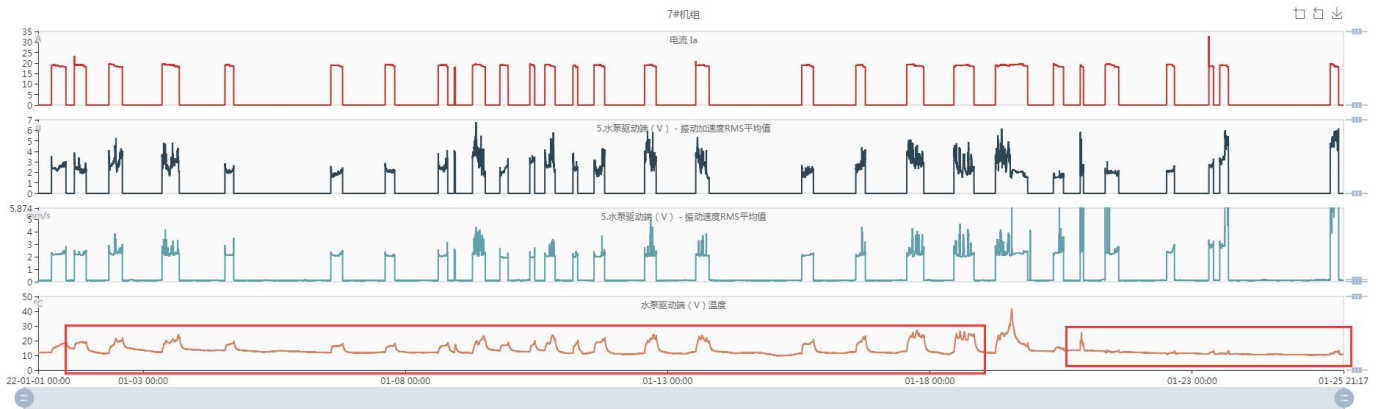

图 3、水泵驱动端测点温度趋势图
(2) 从水泵驱动端轴承温升趋势可以看出，1 月 19 日之前机组运行时温升在 10°C 左右，在 1 月 19 日轴承温度达到 40°C 后，机组再次运行时，温升只有 2°C 左右，此时轴承密封圈损坏，水进入轴承箱内，轴承温升很小，导致润滑失效，如图 3。